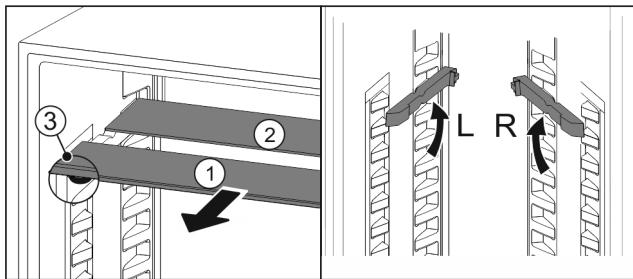

Fig. 121
- Посуньте Fig. 121 (1) скляну панель вперед.
- Скляна панель Fig. 121 (1) з декоративною планкою лежить спереду.
- Стопори Fig. 121 (3) показують вниз.